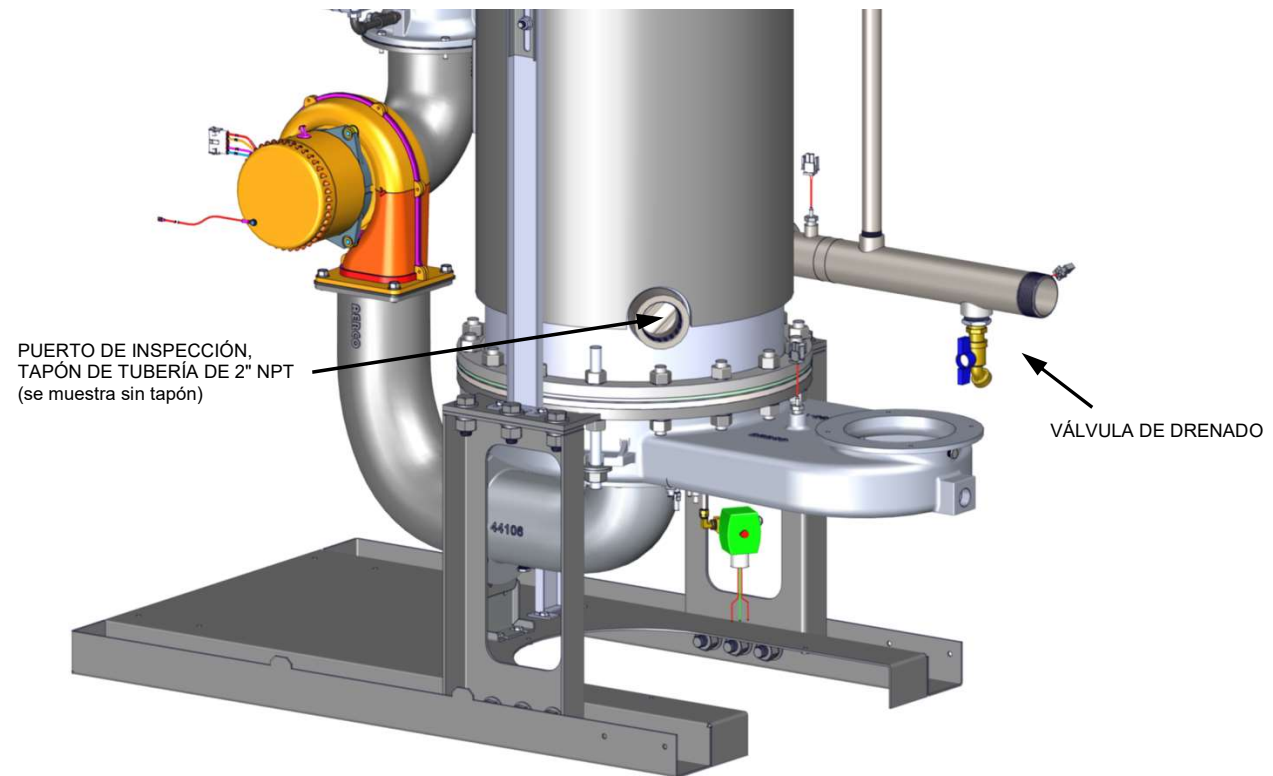

Figura 6-7: Ubicación del puerto de inspección de los circuitos de agua inferiores
La inspección del área de placa de tubos inferior se hace usando un puerto de inspección de 2" NPT en la sección inferior del armazón, como se muestra en la Figura 6-7.
4. Consulte la Figura 6-7 a continuación y retire el tapón de 2" NPT cerca de la base del armazón del intercambiador de calor (puede salir una pequeña cantidad de agua de este puerto).